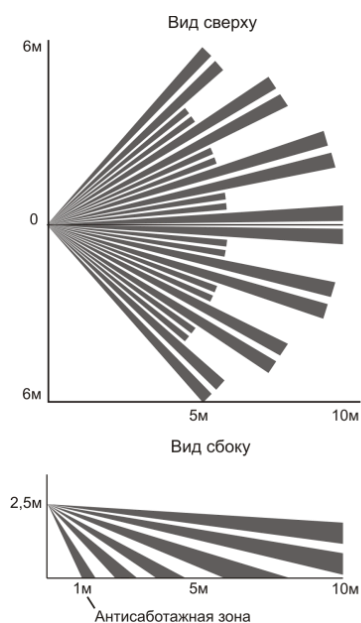

Рисунок 2.1 Диаграмма объемной зоны обнаружения (исполнение А)
- объемная (диаграмма объемной зоны обнаружения – рис. 2.1, 2.3)